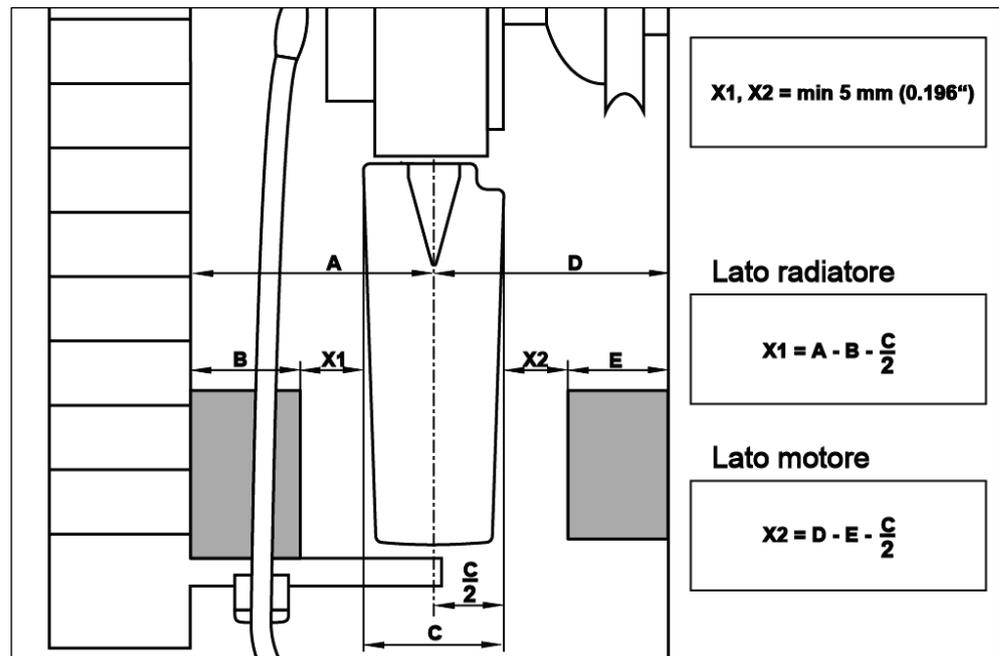

Fig. 39
- 33)** Misurare l'eventuale presenza di ostacoli costituiti da oggetti (vedi Fig. 39).